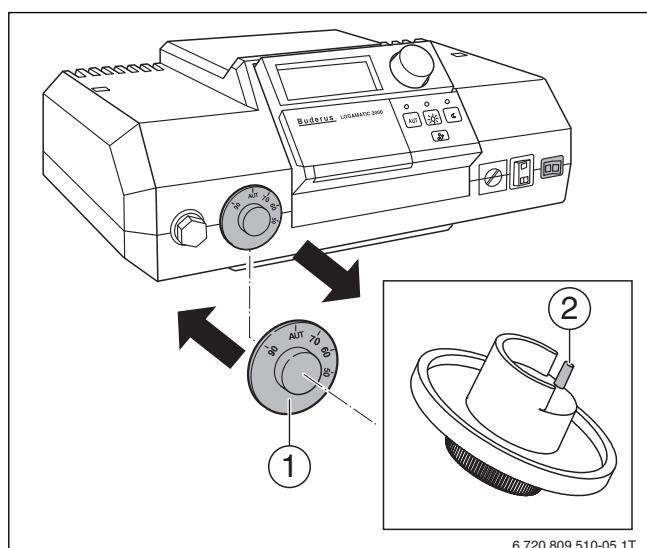

Рис. 19 Замена ручки регулятора температуры котловой воды
- Установите на регулятор температуры котловой воды (→ рис. 19, [1]) новую ручку со штифтом [2].